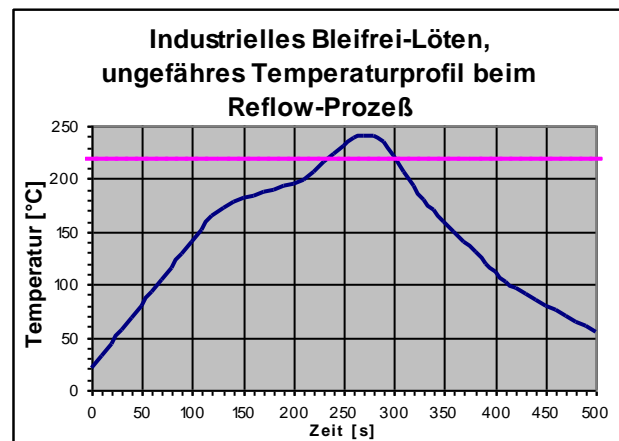

Abb. 1: Temperaturverlauf beim Reflow-Löten
- Beim Reflow-Löten wird die gesamte Baugruppe durch Heißluft, durch Dampf oder auch durch Infrarotstrahlung vergleichsweise langsam gemäß Abb. 1 auf Löttemperatur gebracht. Die thermische Belastung der Bauteile ist bei diesem Prozeß wesentlich größer. Das Lot wird vor der Bauteilbestückung aufgebracht und hat durch die Mischung von Flußmittel und winzigen Lotkügelchen eine pastenartige Konsistenz. Auf diese Art fertigt man vorzugsweise beidseitig mit SMD-Komponenten bestückte Baugruppen. Die klebrige Lotpaste hält die Bauteile auf der Leiterplatte an ihrem Platz, sie brauchen also nicht extra geklebt zu werden.